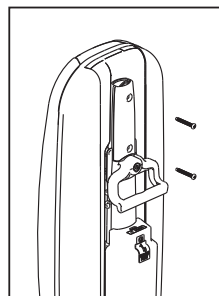

Fig. 1
1. Détachez le support de la poignée en retirant les deux vis (Fig. 1).